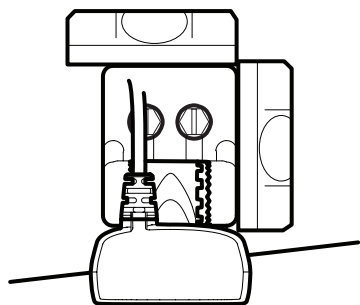

Bild 23
5. Haben Sie den richtigen Winkel für Ihren Geber gefunden, so dass er auch bei höheren Geschwindigkeiten keine Aussetzer in der Darstellung der Tiefe und des Bodens aufweist, stellen sie in kleinen Schritten die Höhe des Gebers ein, wie in Abbildung 23 beschrieben.